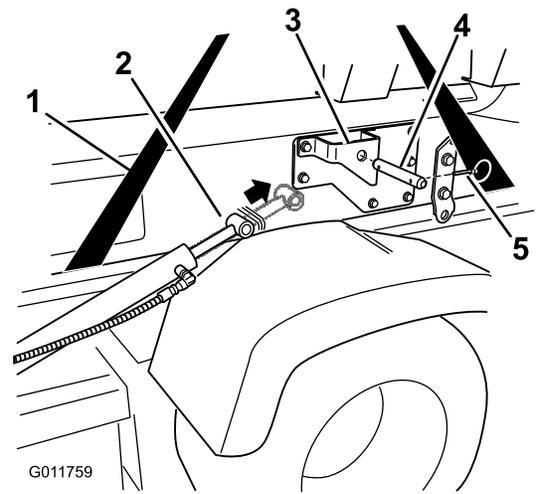

Figura 19
4. Extienda los cilindros de elevación hasta los soportes del patín del depósito. Alinee los brazos de los cilindros con los taladros de los soportes de los patines del depósito (Figura 19).